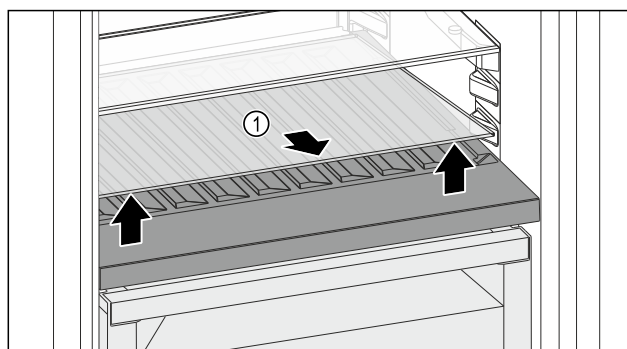

Fig. 118
- Emelje meg elől, a mélyedésnél az üveglapot Fig. 118 (1), és vegye ki.
- Biztonságosan tárolja az üveglapot Fig. 118 (1) a készüléken kívül.